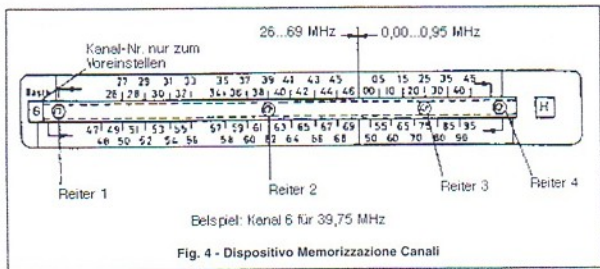

Fig. 4 - Dispositivo Memorizzazione Canali
- 2) Impostare tramite la manopola n. 6 il numero di canale da memorizzare. Attenzione: il numero di riferimento del canale, è quello che si legge sulla sinistra sotto la scritta Raste all'interno della finestrella fig. 4. Non tocca tener assolutamente conto del numero indicato dalla posizione della manopola n. 10.
Controllare l'esattezza di quanto fatto, guardando nuovamente la posizione dei cavalieri, confrontandoli a mo' di esempio sempre con la fig. 4 dove si può vedere quanto descritto: